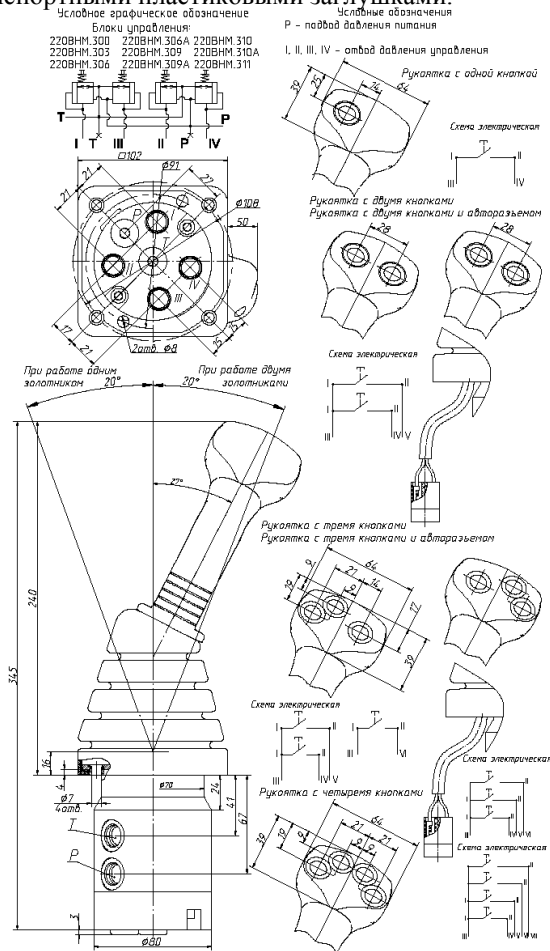

Рисунок 1 - Блоки управления четырехзолотниковые с одной рукояткой серии 220ВНМ.300, варианты рукояток
1.5 Основные габаритные и присоединительные размеры блоков управления, гидравлическая схема, приведены на рис.1, технические характеристики блоков управления приведены в таблице 1.